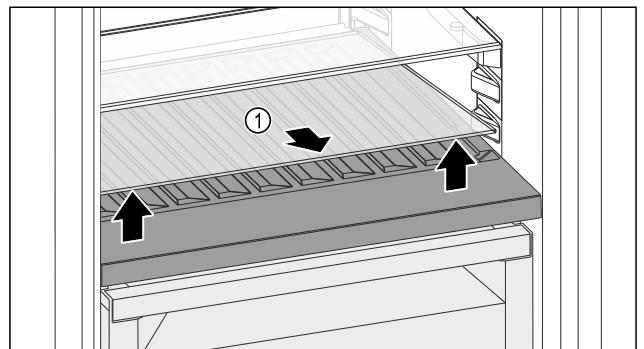

Fig. 120
- Sollevare il ripiano di vetro *Fig. 120 (1)* dall'incavo anteriore e rimuoverlo.
- Conservare il ripiano di vetro *Fig. 120 (1)* fuori dall'apparecchio in un luogo sicuro.